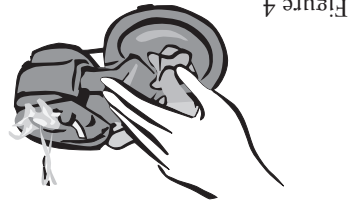

Figure 4
7. Lorsque vous avez fini de déguster le café, ouvrez le couvercle de la cafetière puis sortez l'ensemble de la chambre de broyage (voyez en page 6). Rincez-le pour enlever tous résidus de café. Vous pouvez, si vous le désirez, laver l'ensemble de la chambre de broyage dans le panier du haut du lave-vaisselle. Voyez la figure 4.
7. Once you are done enjoying your coffee, open the top of the coffeemaker and remove the removable grinding chamber and remove the removable grinding chamber assembly (see page 6). Rinse to remove any coffee residue remaining. The removable grinding chamber assembly is top rack dishwasher safe. See Figure 4.